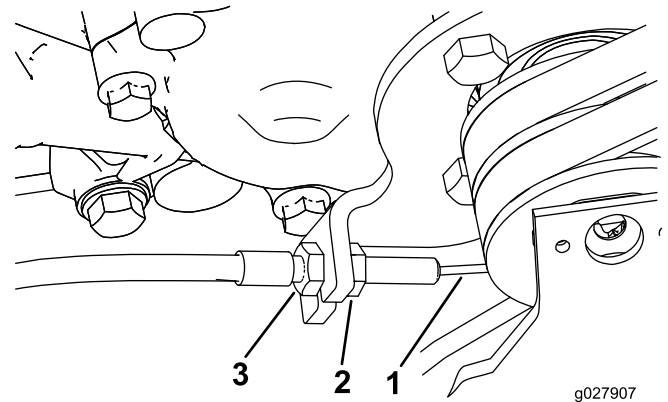

Figure 43
3. Pour accroître la tension du câble, desserrez l'écrou de blocage avant et serrez l'écrou de blocage arrière (Figure 43) jusqu'à ce qu'une force de 2,75 à 3,25 kg soit requise pour engager la transmission aux roues.